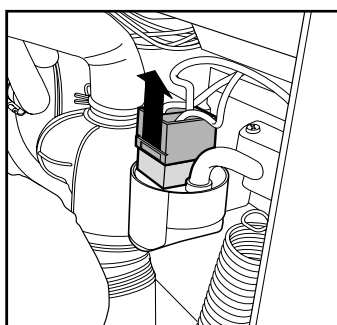

Fig. 3
3. Desconecte de la fuente de electricidad el filtro antiperturbación extrayendo el conector (fig. 3).